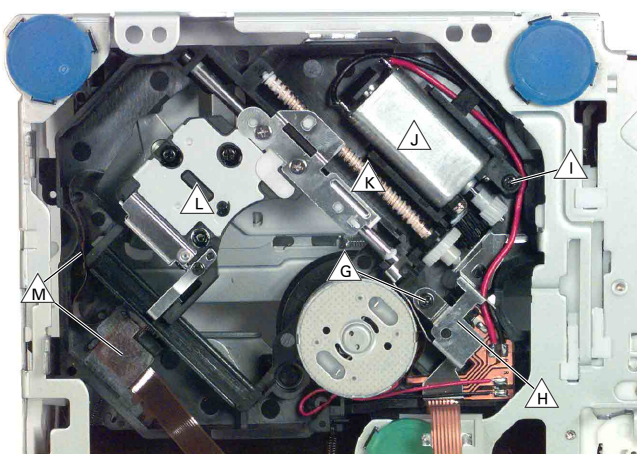

Fig. 3.3
3.2 Pick-Up-Einheit ausbauen (Fig. 3.3)
3.2 Removing the Pick Up Unit (Fig. 3.3)